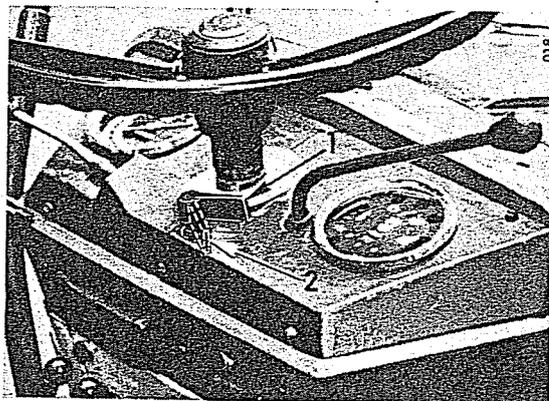

Fig. 10
Si la lampe-témoin s'allume durant le fonctionnement du tracteur, bien que la pédale d'embrayage ne soit pas enfoncée, ceci indique une pression d'huile insuffisante à l'Amplimatic. Dans ce cas, placez le levier de commande, situé sur le tableau de bord, dans sa position avant (1, Fig. 10). Si la lampe-témoin ne s'éteint pas, consultez votre concessionnaire IH.
Le sélecteur placé en position (2, Fig. 10) permet d'obtenir les vitesses rapides d'avancement du tracteur. La position (1, Fig. 10) donne une augmentation de traction.
Avec les tracteurs équipés de l'Amplimatic, placez le sélecteur de commande en position Avant (1, Fig. 10) et laissez tourner le moteur à un régime de 1000 tr/mn pendant quelques minutes. Le sélecteur ne doit pas être ramené en position (2) tant que la lampe-témoin de l'Amplimatic est allumée.